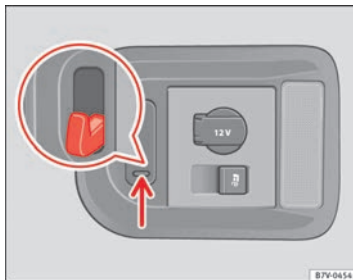

Fig. 100 Nel bagagliaio: ganci per borse.
Nella parte destra del bagagliaio sono disponibili alcuni ganci oscillanti per borse ⇒ **fig. 100** ai quali si possono appendere borse leggere.
- Premere i ganci per borse verso il basso ⇒ **fig. 100** (freccia) ed estenderli.